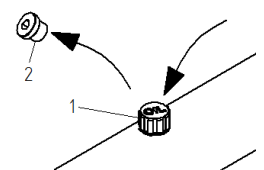

Fig. 1
- Sustituya la tapa de tornillo (2) con el tapón del respiradero (1) (consulte la Fig. 1)